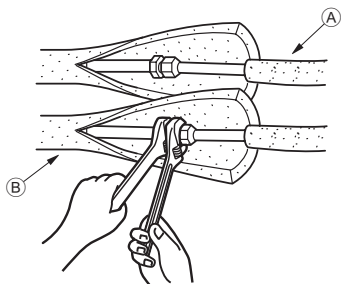

Fig. 4-3
4.3. Realizzazione della tubazione del refrigerante (Fig. 4-3)